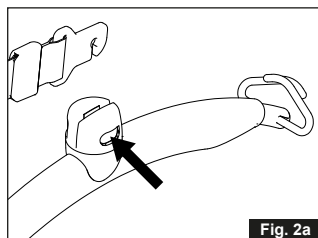

Fig. 2a
1. Tryck på den gula knappen och håll den intryckt. Sätt in lyftbandets fäste i urtaget på överdelen av lyftbygelns med den öppna sidan vänd nedåt. (fig. 2a - 2b).